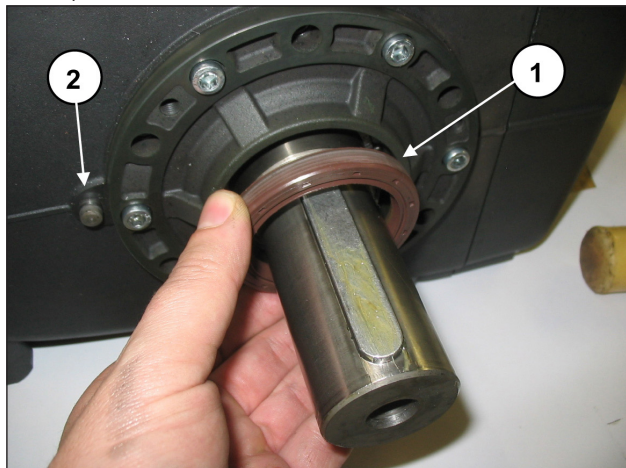

Abb. 33
Für die Änderung der Version und die Anbringung des Getriebeaggregats in nicht vorgesehenen Baupositionen müssen Sie den Ölabbstreifring der Welle abnehmen (Abb. 33, Pos. ①) und den Bezugssift Ø8 des Getriebegehäuses im Gehäuse einsetzen (Abb. 33, Pos. ②).
Verfahren Sie dann gemäß den Schritten in Abschn. 2.1.5. Führen Sie bei Änderung der Version durch Abnahme des Getriebeaggregats von der vorgesehenen Bauposition den Ölabbstreifring der Welle in seinen Sitz am Seitendeckel ein und verwenden Sie hierzu das Werkzeug Art. 27904800 (Abb. 33, Pos. ①).